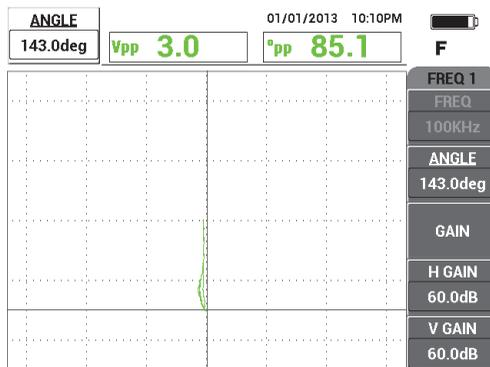

Рис. 5-34 Сигнал риски в вертикальном положении
4. Нажмите клавишу ANGLE () , с помощью ручки установите сигнал в вертикальное положение (см. Рис. 5-34 на стр. 159).